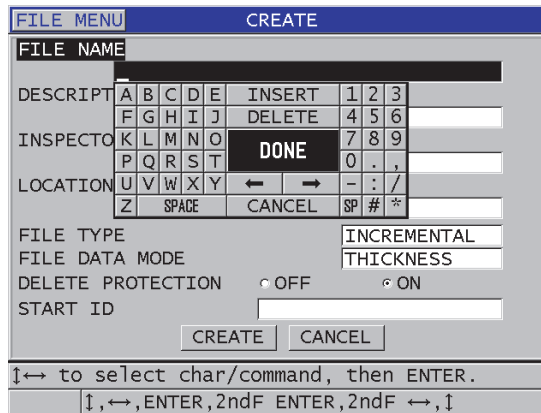

Abbildung 11-4 Fenster ERSTELLEN für Zählreihen
2. Verfahren Sie im Fenster **ERSTELLEN** wie folgt (siehe Abbildung 11-4 auf Seite 197):